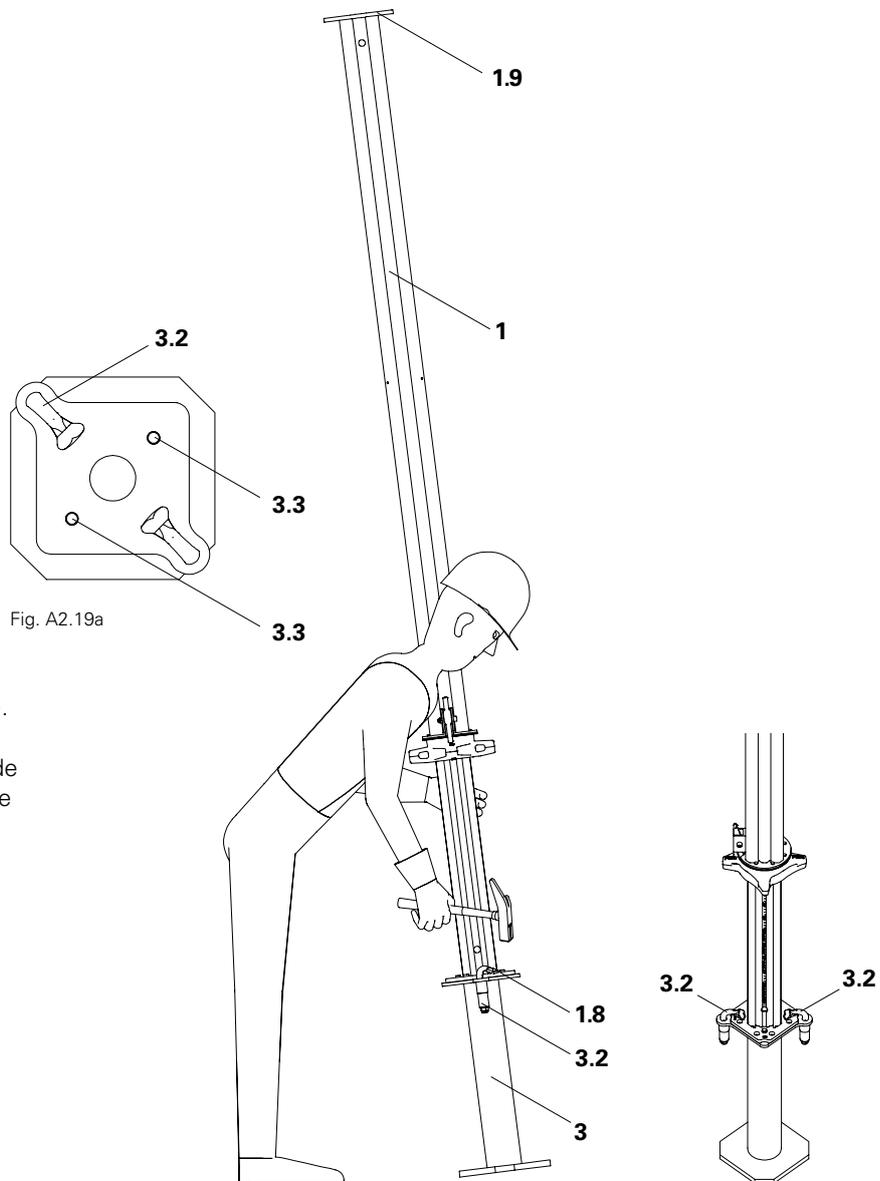

Fig. A2.19
3. A l'aide d'un marteau, emmancher la griffe de serrage 3.2 sur la platine de pied ou de tête de l'étau. (Fig. A2.19) La rallonge MP 50 est connecté à l'étau.